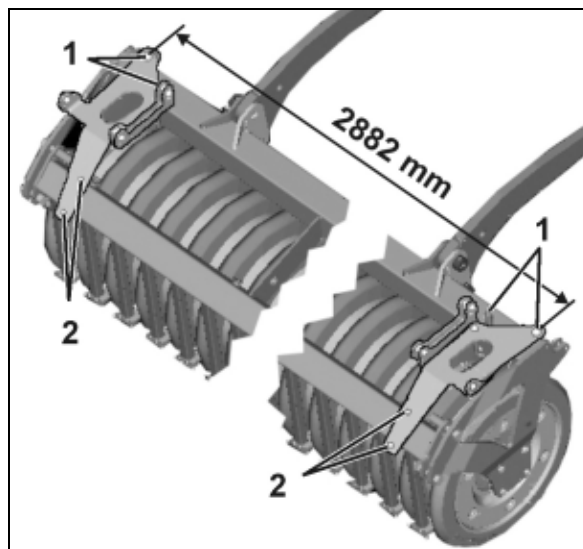

Fig. 22
- 1.1 Voor (Fig. 22/1) klembeugel gebruiken.
- 1.2 Achter (Fig. 22/2) klemplaat en bouten gebruiken.